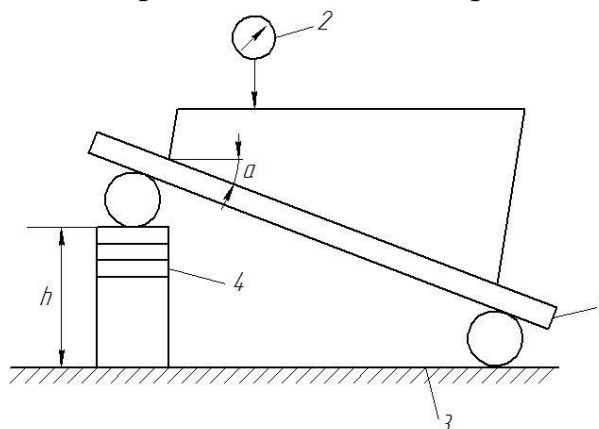

Рис. 6.1. Схема измерения угла конусной поверхности:
4. Раскрепить заготовку и с помощью синусной линейки измерить угол получившейся конусной поверхности. Схема измерения показана на рис. 6.1.